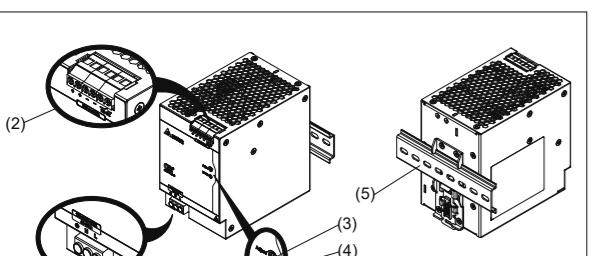

Figure 1
Bei Wechselstromansverbindungen müssen die L, N und PE-Anschlüsse am Eingangsklemmverbinder (siehe Abb. 1(1)) zum Herstellen der Verbindung für 100-240 Vac verwendet werden. Abb. 6 zeigt den Anschluss an die unterschiedlichen Netztypen.	7 mm
2. Device description (Fig. 1)